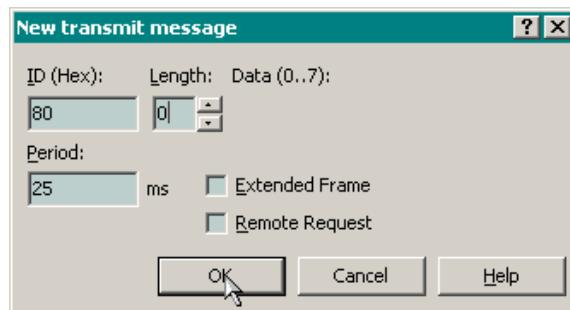
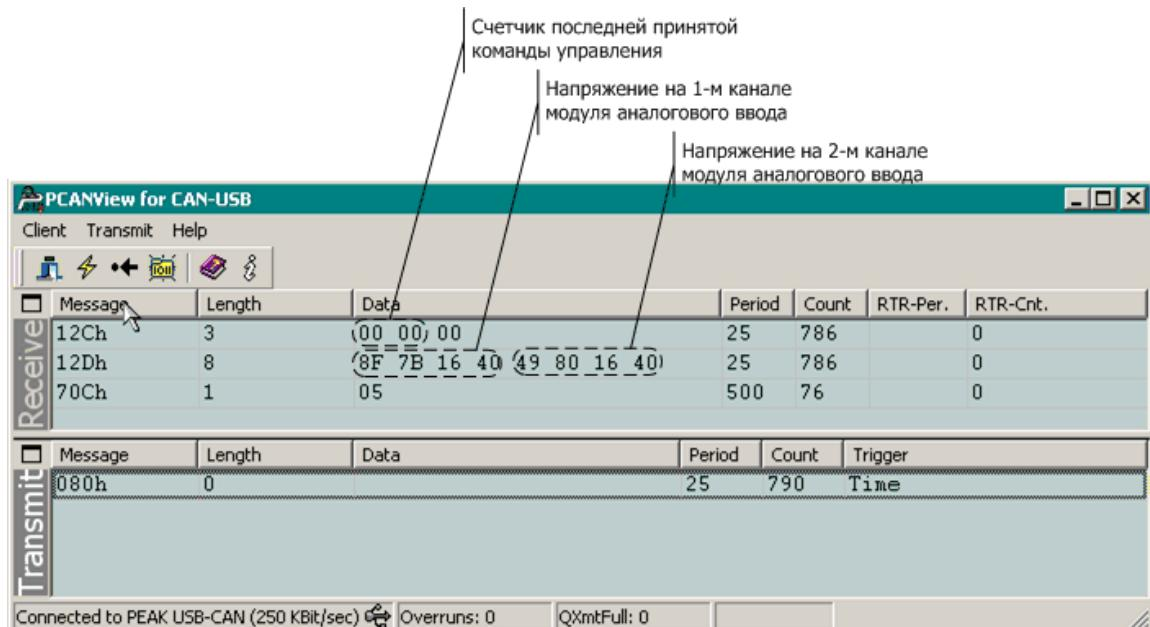

Рис. 56. Создание сообщения SYNC с периодом 25 мс
Рис. 57. Сообщения, принимаемые от контроллера
4. Контроллер не передает в сеть ни одного исходящего коммуникационного объекта, поскольку в сети отсутствует мастер синхронизации. Добавьте сообщение SYNC в область отображения сообщений, передаваемых в сеть, для чего выполните команду меню **Transmit–New** и в появившейся диалоговой панели **New transmit message** введите значения параметров сообщения, как показано на рис. 56, и нажмите кнопку **OK**, закрыв диалоговую панель **New transmit message**. Содержимое главного окна PCANView USB будет выглядеть, как показано на рис. 57, а индикатор USER контроллера прекратит "мигать" красным цветом.